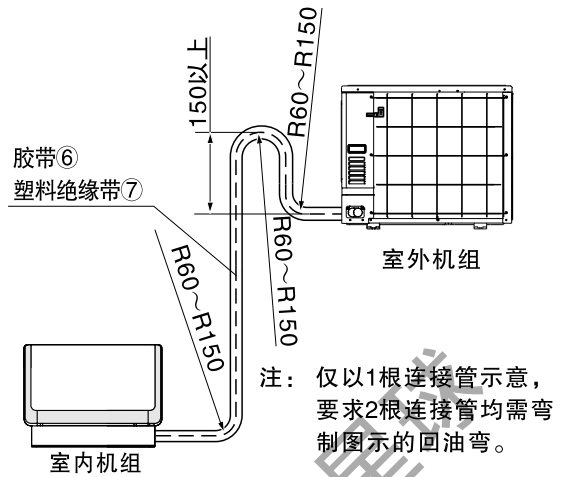

图21
- 注：(1) KFR-72LW/BpE所配连接管②、③长度为5米，KFR-61LW/BpB及KFR-50LW/BpB所配连接管②、③长度为4米，允许连接管最大长度为15米，延长配管不需要追加制冷剂，每增加连接管长度1米，机组的能力将有所下降。
(2) 安装时如必须加长连接管，请按表(1)要求连接。
(3) 室内、外机高度差必须小于5米。
(4) 当室外机比室内机高时，必须将铜管弯制“回油弯”如图21。